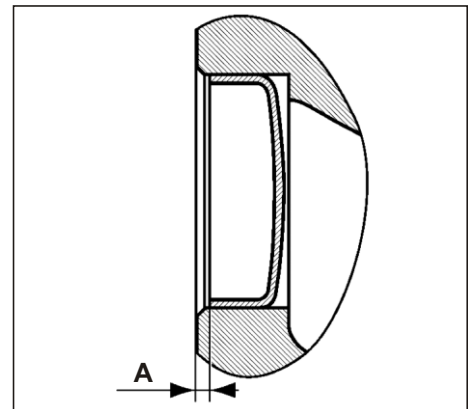

Рис. 58. Контроль и установка заглушек.
4. Проверить наличие утопания "А" = 1,5 ± 0,5 мм (см. **Рис. 58**).